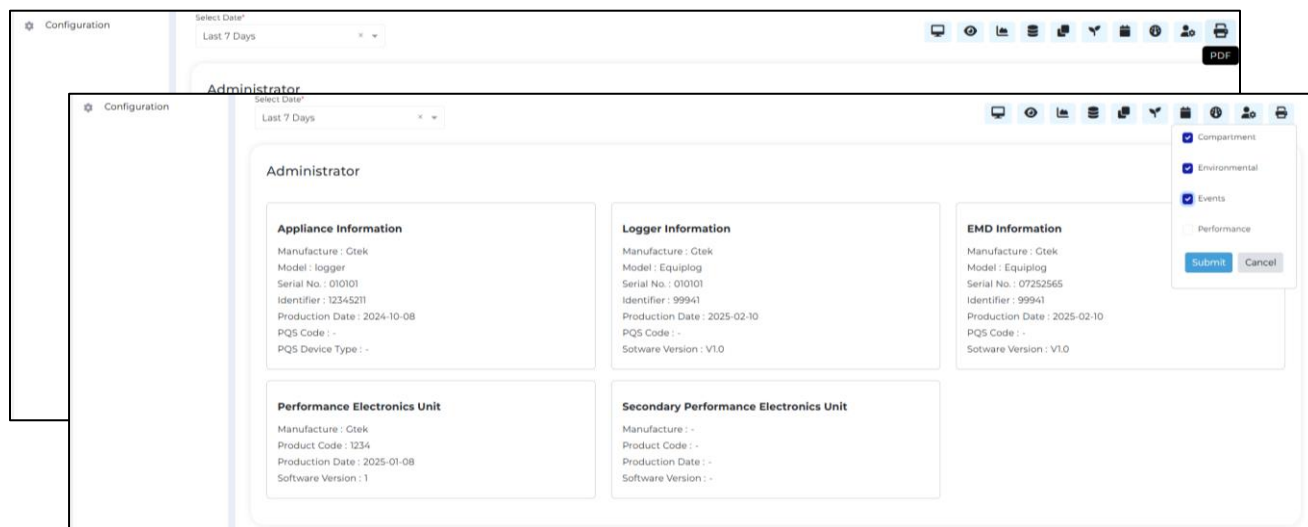

Figure 57 Générer un rapport de données PDF pour le périphérique sélectionné
- L'utilisateur peut générer un rapport de données PDF pour les données de compartiment, d'environnement, d'événements et de performances pour le filtre de période sélectionné, comme le montre la figure 57.